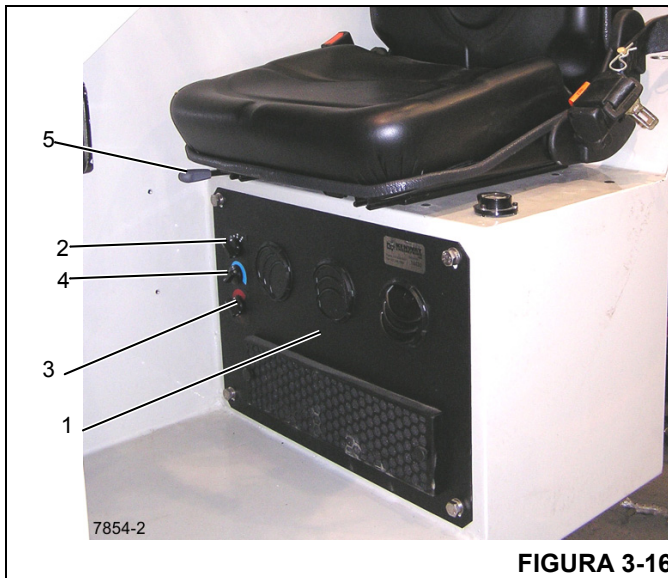

FIGURA 3-16
O aquecedor/ar-condicionado da cabine (fornecido como uma opção em cabines fechadas) localiza-se sob o assento do operador (1, Figura 3-16).
Para operar o aquecedor, use a chave do ventilador (2, Figura 3-16) em conjunto com o controle do aquecedor (3) para selecionar a velocidade desejada do ventilador e a quantidade de calor.
Para operar o ar-condicionado, use a chave do ventilador (2, Figura 3-16) em conjunto com o controle do ar-condicionado (4) para selecionar a rotação desejada do ventilador e a quantidade de condicionamento do ar.
Regulagem de avanço e recuo do banco - Para regular o banco, mova a alavanca de controle (5, Figura 3-16) para a direita. Mova o assento para a posição certa e depois retorne a alavanca de controle para a esquerda para travar o assento na posição desejada.